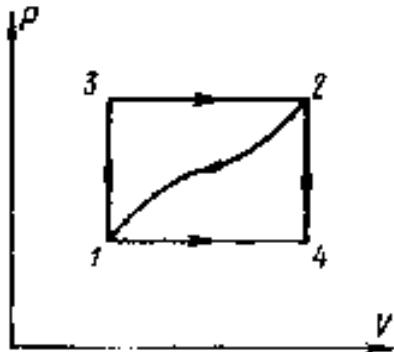

Рис. 1.
5. На диаграмме P, V изображенной на рис. 1, показаны различные обратимые процессы изменения состояния некоторой термодинамической системы. Известно, что когда система переходит из состояния 1 в состояние 2